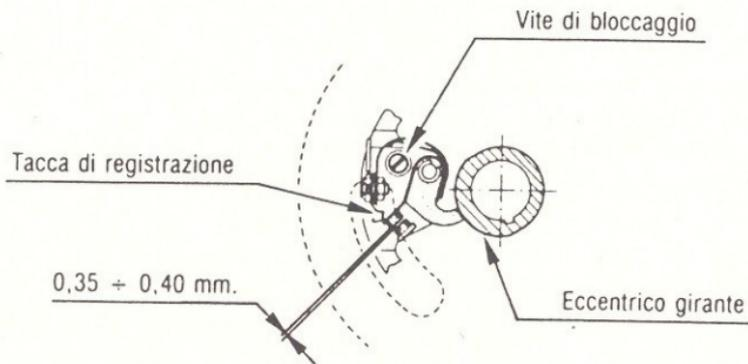

Fig. 25
a) allentare la vite che blocca la piastrina porta contatti fissa (vedi fig. 25); b) allontanarla sino ad ottenere la distanza di $0,35 \div 0,40$ mm; c) bloccare la vite di fissaggio piastrina. Qualora risultassero ossidati, pulirli con una sottile lima a taglio finissimo.